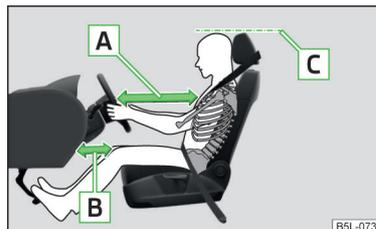

Abb. 1
- ✓ Bei Fahrzeugen mit Fahrer-Knieairbag den Fahrersitz in Längsrichtung so einstellen, dass der Abstand [B] » Abb. 1 der Beine zur Schalttafel im Bereich des Knieairbags mindestens 10 cm beträgt.
- ✓ Das Lenkrad so einstellen, dass der Abstand **A** zwischen Lenkrad und Brustbein mindestens 25 cm beträgt » Abb. 1. Lenkrad einstellen » Seite 8, Lenkradposition einstellen.
- ✓ Die Kopfstütze so einstellen, dass die Oberkante der Kopfstütze sich möglichst auf einer Höhe mit dem oberen Teil Ihres Kopfes befindet¹⁾ **C** » Abb. 1.
- ✓ Die Kopfstütze so einstellen, dass die Oberkante der Kopfstütze sich möglichst auf einer Höhe mit dem oberen Teil Ihres Kopfes befindet¹⁾ **C** » **Abb. 1 auf Seite 7.**
- ✓ Die Kopfstütze so einstellen, dass die Oberkante der Kopfstütze sich möglichst auf einer Höhe mit dem oberen Teil des Kopfes befindet **C** » **Abb. 1 auf Seite 7.**